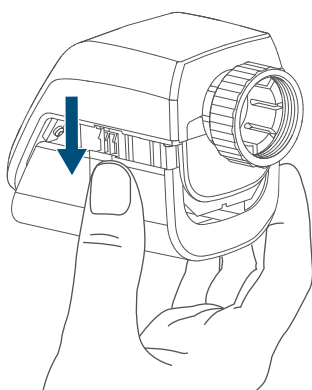

Figure 2
- Appuyez au minimum. 4 s sur la touche système des thermostats de radiateur (**D**) pour activer le mot d'apprentissage (v. figure 2). La DEL de l'appareil (**D**) commence à clignoter en orange. Le mode d'apprentissage est actif pendant 3 minutes.
pour activer le mot d'apprentissage (v. figure 2). La DEL de l'appareil (**L**) commence à clignoter en orange.